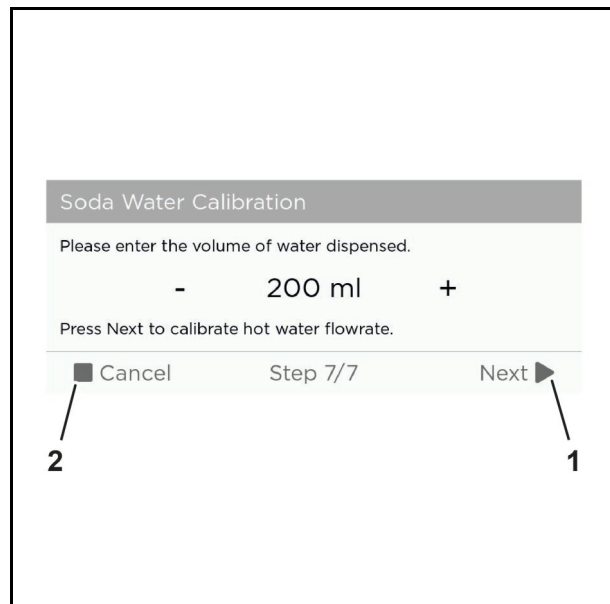

Abb. 63 Beispielgrafik
19. Tippen Sie auf die Schaltfläche "Finish" (Abb. 63/1), um die Kalibrierung abzuschließen oder "Cancel" (Abb. 63/2), um die Kalibrierung abubrechen.